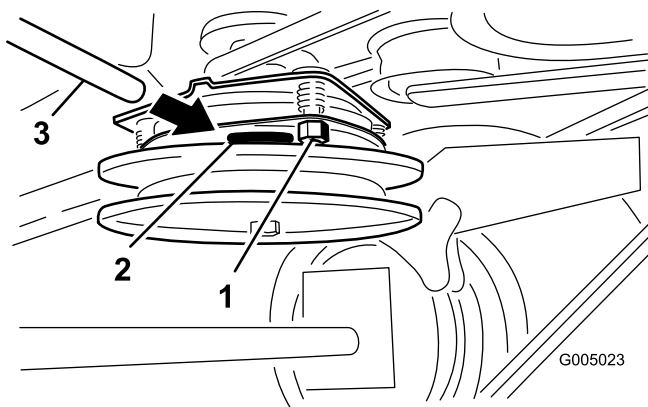

Figura 44
2. Apriete las contratuercas hasta fijar ligeramente la galga pero dejando que ésta se pueda mover con facilidad en la separación (Figura 44).